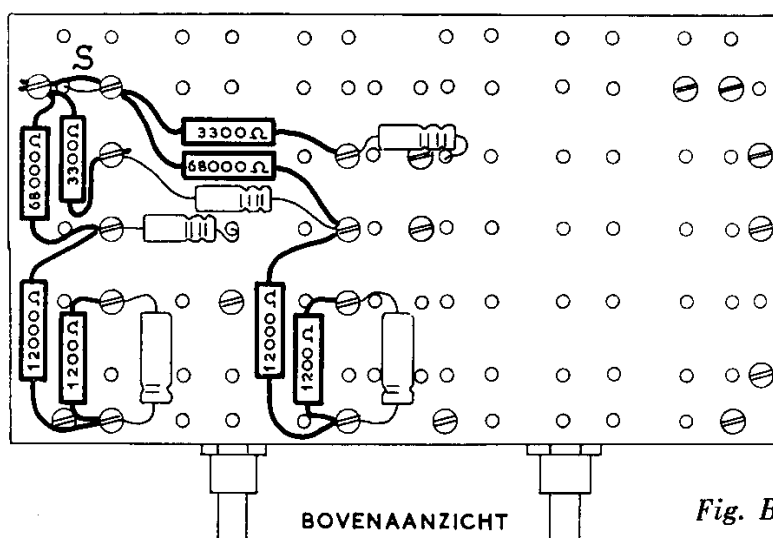

Fig. B7
15. En nu een werkje, waarbij je even goed op moet letten. Breng de acht weerstanden die in figuur B7 met dikke lijnen getekend zijn, op hun plaats. De kleurringen van deze weerstanden zijn weer afzonderlijk aangegeven. Zorg er voor, dat elke weerstand op de juiste plaats komt. Let daarbij vooral op de weerstanden van  $1200 \Omega$  en van  $12000 \Omega$ , die maar één kleurring verschillen. Verwissel ze niet. Als je alle weerstanden hebt vastgezet, controleer dan alles nog eens goed.
Maak ook de doorverbinding S tussen de twee klemmen links boven in fig. B7.
2. Zit elke weerstand op de juiste plaats? (Zie ook de fig. B7 en B4.)